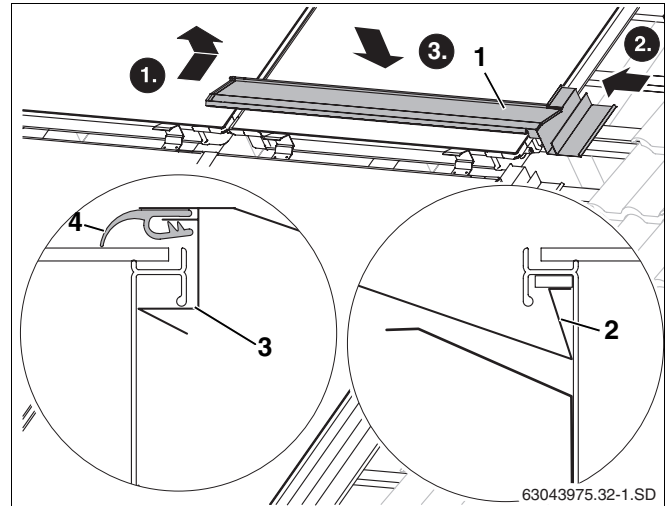

Abb. 52 Erstes mittlere Abdeckblech einlegen
- Aufkantung des Abdeckbleches (Abb. 52, **Pos. 2**) in die Griffmulde des Kollektorrahmens legen.
- Abdeckblech (Abb. 52, **Pos. 1**) an den Kollektor und in das rechte seitliche Abdeckblech einführen.
- Durch Druck oben auf das Abdeckblech rastet das Blech unter die Griffmulde des Kollektorrahmens (Abb. 52, **Pos. 3**).
- Die Gummilippe (Abb. 52, **Pos. 4**) oben auf den Kollektor legen.